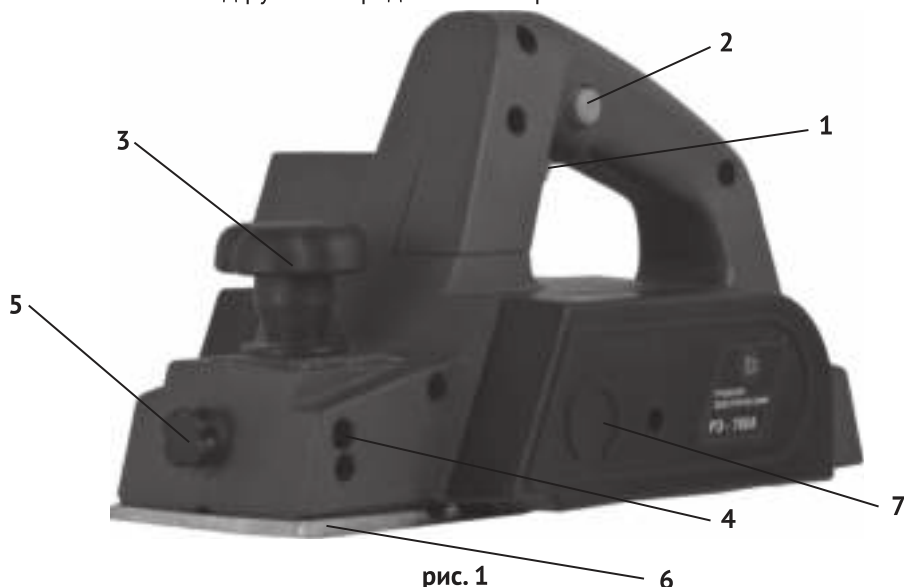

рис. 1
3.1 Внешний вид рубанка представлен на рис. 1
- подключать и отключать рубанок от сети только при отпущенной клавише выключателя 1 (рис. 1);
7.3 Вращением ручки 3 (рис. 1) установить необходимую глубину строгания. Максимальную глубину устанавливать при черновом обдирочном строгании. При окончательной обработке устанавливать незначительную глубину строгания.